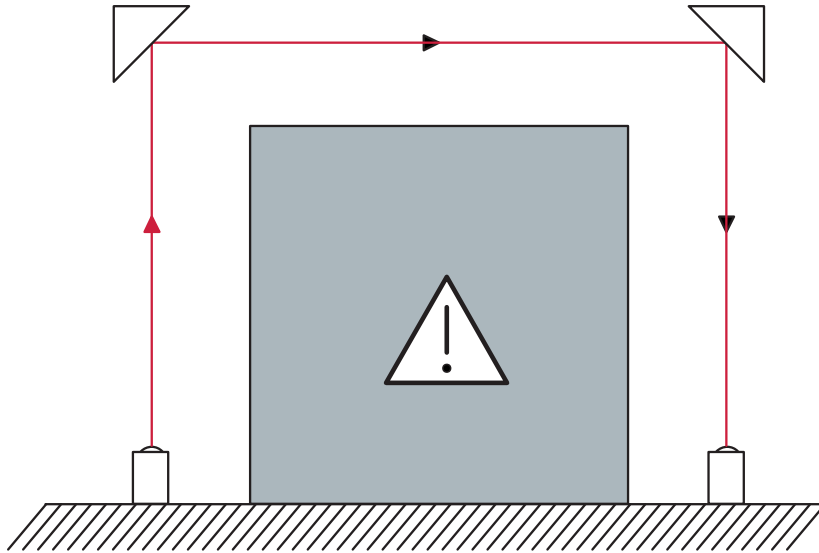

Bild 6.5: Anordnung der Umlenkspiegel
- Anordnung der Umlenkspiegel so, dass die optische Achse mittig zum Spiegel verläuft (siehe Bild 6.5).